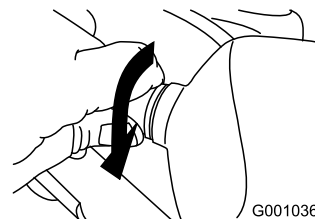

Bild 54
- Drehen Sie den Sockel der Glühbirne nach rechts, bis er fest sitzt (Bild 54).